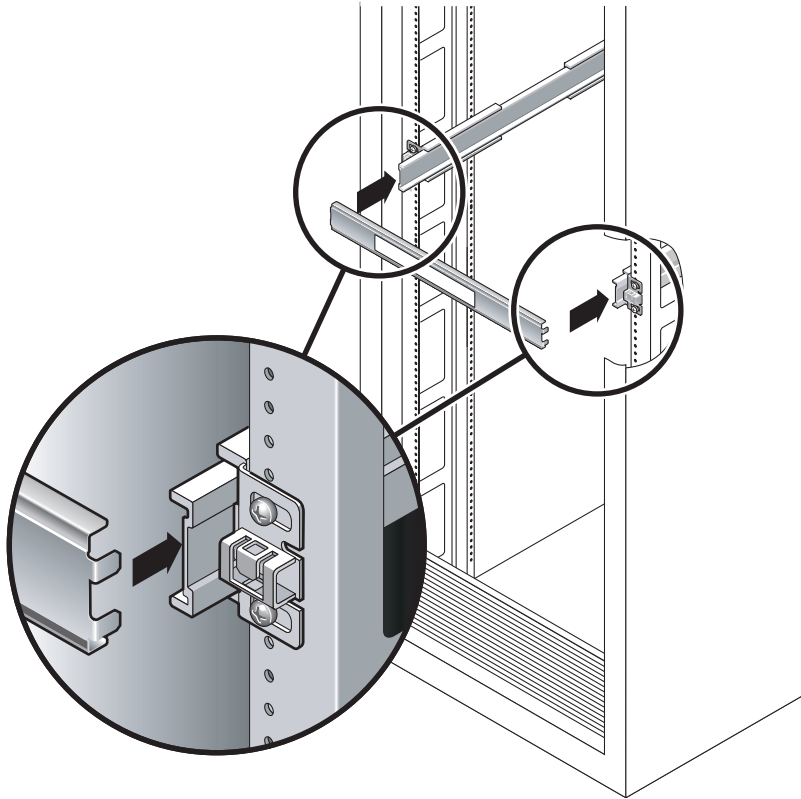

ABBILDUNG 2-6 Regulieren des Schienenabstands mit der Abstandslehre
- a. Stecken Sie auf der Rack-Vorderseite die linke Seite der Lehre in die Schlitzle am linken Schienenende (ABBILDUNG 2-6).